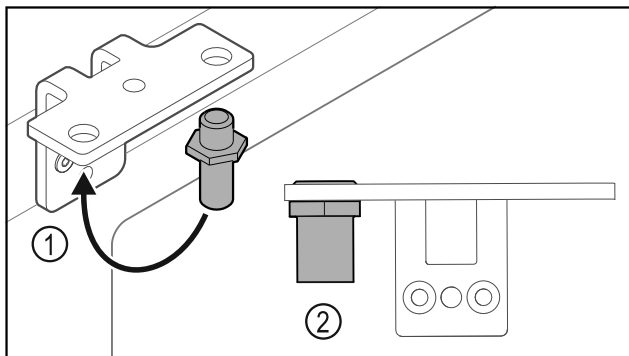

Fig. 38
- 调换合页角铁中的螺栓 Fig. 38 (1)。
- 用 **12 Nm** 的扭矩拧紧螺栓 Fig. 38 (2)。